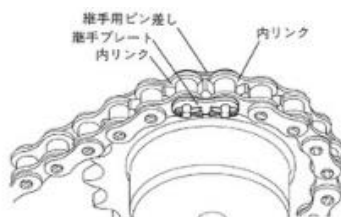

図 1
- 設備に付いているローラチェーンを切り離す場合は、継手部を探して継手部のクリップまたは割りピンを外して切り離してください。継手部をスプロケットに噛み合う位置（図1）まで移動することが可能であれば作業を容易に行うことができます。その際、チェーンの両端をワイヤー等で固定し、チェーンの落下防止処置を施してください。